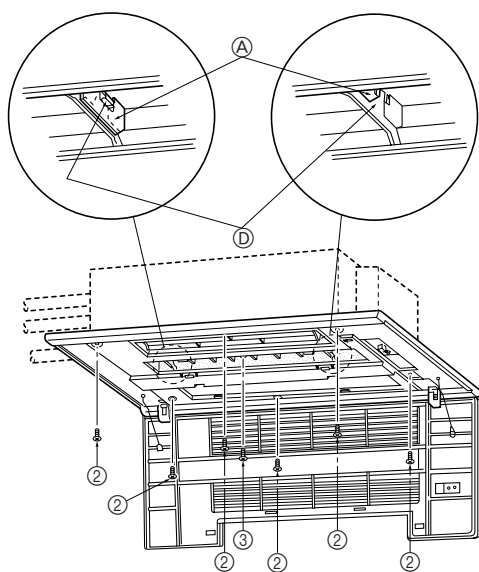
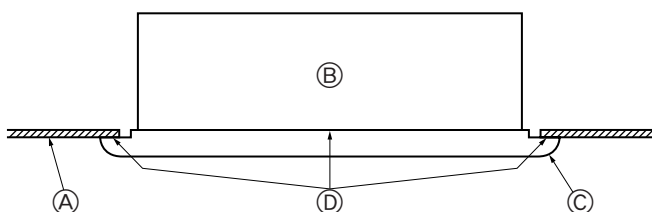

Fig. 5-5
Fig. 5-6
- Τακτοποιήστε το εμπρόσθιο καπάκι έτσι ώστε να προσαρμοζει κατάλληλα στη γωνία ανάμεσα στην οροφή και στον τοίχο και τοποθετήστε τα μπουλόνια στερέωσης ② (προμηθεύονται με τη γρίλια) στις τέσσερις θέσεις αριστερά και δεξιά, αφήνοντάς τα λίγο χαλαρά. (Fig. 5-5)
- Στη συνέχεια σφίξτε τα μπουλόνια στερέωσης ② και τις σχετικές βίδες ③ στα τρία κεντρικά σημεία.
- Τέλος σφίξτε τα μπουλόνια στερέωσης ② στα τέσσερα σημεία δεξιά και αριστερά.
- Στο σημείο αυτό βεβαιωθείτε ότι δεν υπάρχουν διάκενα ανάμεσα στην εσωτερική μονάδα και στο εμπρόσθιο καπάκι καθώς και ανάμεσα στο εμπρόσθιο καπάκι και στην επιφάνεια της οροφής. Εάν υπάρχουν διάκενα, ο αέρας μπορεί να μπει μέσα και μπορεί να προκαλέσει το στάξιμο νερού (Fig. 5-6).
- \* Σφίξτε τα μπουλόνια στερέωσης ② και τις σχετικές βίδες ③ καλά.